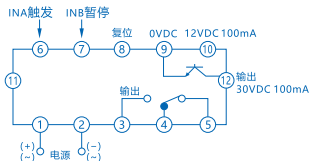
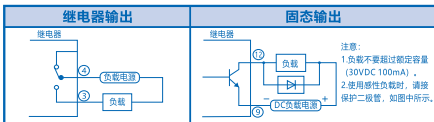

图3 接线图
图5 输出接线图
5.1 接通电源前应检查连线是否正确，产品接线图：见图3～图5。